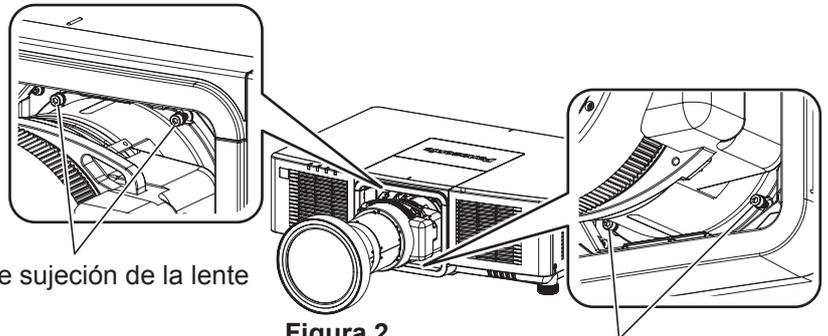

Figura 2
- 7) Instale la cubierta superior deslizante. (Figura 2)
- Para la lente de zoom (Modelo N.º: ET-EMU100), extraiga los tornillos de fijación de la lente (4 ubicaciones) alrededor de la lente de proyección utilizando el destornillador hexagonal de punta redondeada suministrado con la lente de zoom (Modelo N.º: ET-EMU100). (Figura 2)